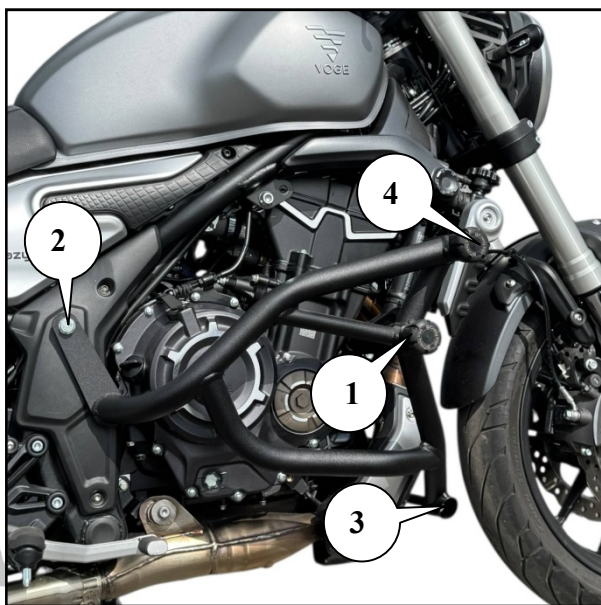

Рис.1. Установленная клетка вид справа
2. Приложите правую половину клетки к точке крепления правой стороны 1 (как это показано на рис.1).
4. Совместите крепежные отверстия на мотоцикле с монтажным отверстием в клетке точки №2 (см. рис.1) на правой стороне мотоцикла. Клетка при этом предварительно наживлена в точке №1.